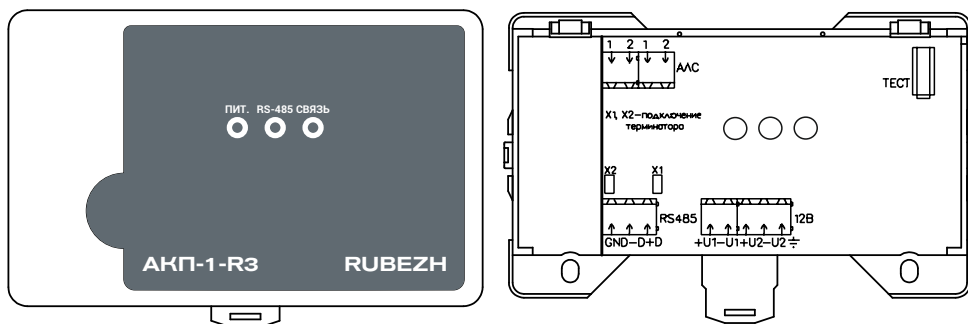

Рисунок 1
4.1 АКП-1 конструктивно выполнен в пластмассовом корпусе, внутри которого размещается плата с электронными компонентами (рисунок 1). На плате установлены клеммные колодки для подключения АКП-1 к АЛС, RS-485 и внешнему питанию, а также вилки с джамперами «X1», «X2», которые следует замкнуть, если АКП-1 в линии RS-485 является оконечным.
4.3 На плате АКП-1 имеется кнопка ТЕСТ (рисунок 1), которая используется для определения адреса модуля в АЛС прибора при кратковременном нажатии. При снятии крышки АКП-1 кнопка инициирует формирование сигнала «Вскрытие», передаваемого по АЛС в прибор.